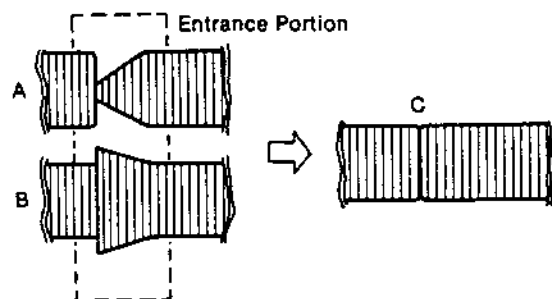

Fig. 2-19
- Wenn eine FM-Hüllkurve zu sehen ist, die dem Beispiel "A" oder "B" in Fig. 2-19 entspricht, müssen die Bandführungen eingestellt werden (P2: Eingang).
- Die Bandführung P2 mit dem Einstellschraubendreher so einstellen, daß die FM-Hüllkurve am Eingang flach wird, wie in Fig. 2-19 angegeben.